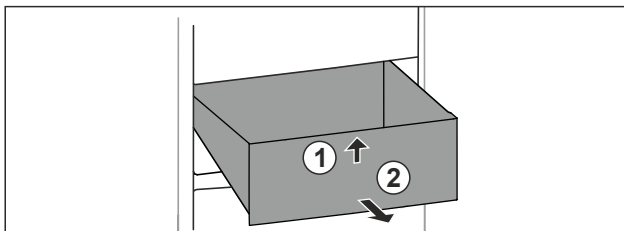

Fig. 86
- Løft skuffen foran. Fig. 86 (1)
- Ta ut skuffen framover. Fig. 86 (2)